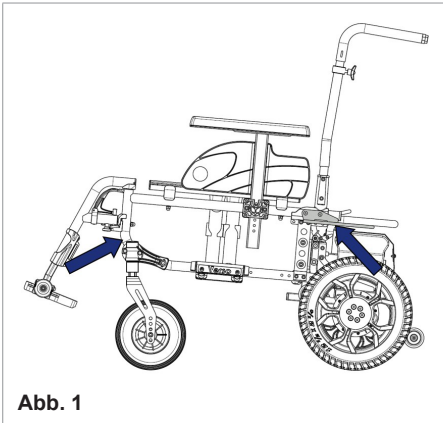
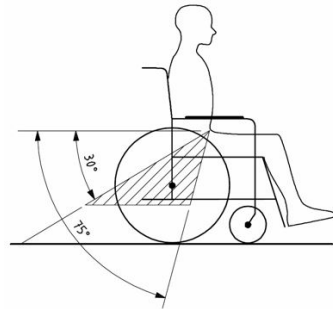

Abb. 1
Abb. 2
6. Montieren Sie die vorderen Gurte des Rollstuhl-Gurtsystems gemäß den Angaben des jeweiligen Herstellers an den angegebenen Positionen am Rollstuhl (Abb. 1). Diese Stellen sind am Rollstuhl mit einem Symbol markiert (Abb. 2).
9. Montieren Sie die hinteren Gurte des Rollstuhl-Gurtsystems gemäß den Angaben des jeweiligen Herstellers an den angegebenen Positionen am Rollstuhl (Abb. 1). Diese Stellen sind am Rollstuhl mit einem Symbol markiert (Abb. 2).